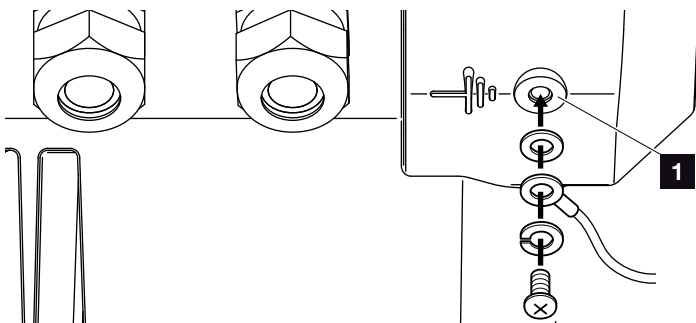

Fig. 33: Landespecifik PE-tilslutning
9. I lande, hvor der er foreskrevet en yderligere PE-tilslutning, tilsluttes denne på det markerede sted på kabinettet (indvendigt eller udvendigt) med det angivne tilspændingsmoment på 3 Nm (M6).  **Fig. 33, pos. 1**